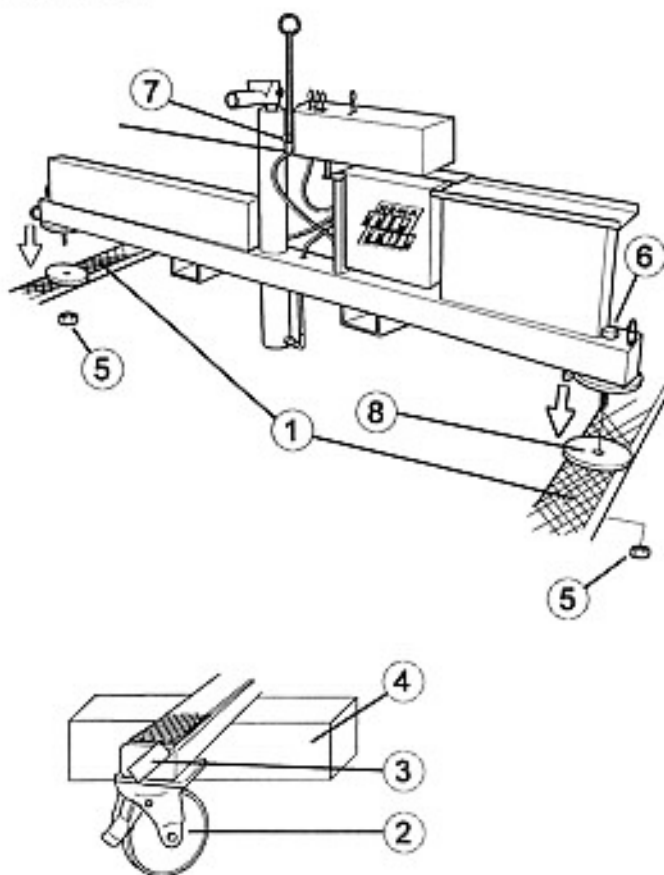

Bild 8 / Fig. 8
- ⇒ Lift both wheel axle frames (fig.8, pos.1) (carriage) out of the case and lay them down on approx. 20 cm high square timbers (fig.8, pos.4).
Lay down the wheel axle frames in such a way that the castor (fig.8, pos.2) with its stop (brake) is turned forwards (towards the side where the manometer is located). The inserting holes (fig.8, pos.3) for the manoeuvring levers have to face outwards.
- ⇒ Loosen the nuts (fig.8, pos.5) and pull out the two bolts (fig.8, pos.6).
- ⇒ Insert and secure a strap or rope in the eye bolt located on the central column (fig.8, pos.7), lift and place the main undercarriage on the square timbers. The main undercarriage remains attached to the lifting device.
- ⇒ Position the right wheel axle frame (to be located on that side of the main undercarriage where the hydraulic unit is) in such a way that its centre bearing (fig.8, pos.8) is under the centre bearing of the main undercarriage.
- ⇒ Lever les deux traverses inférieures (fig.8, pos.1) (chariot) hors de la caisse et les déposer sur des bastings hauts d'environ 20 cm (fig. 8, pos.4).
Déposer les traverses inférieures de telle manière que les roulettes articulées avec frein d'arrêt (fig.8, pos.2) sont orientées du côté du manomètre (vers l'avant). Les logements des leviers de manoeuvre (fig.8, pos.3) doivent être tournés vers l'extérieur.
- ⇒ Dévisser les écrous (fig.8, pos.5) et enlever les deux boulons (fig.8, pos.6).
- ⇒ Fixer la corde ou la sangle à l'oeillet de fixation situé sur la colonne centrale (fig.8, pos.7), soulever celle-ci et déposer la traverse centrale sur les bastings; la traverse centrale reste attachée au mécanisme élévateur.
- ⇒ Positionner la traverse inférieure de droite (c'est-à-dire celle située du même côté que l'unité de pression hydraulique, qui est située sur la traverse centrale), de manière que la plaque tournante (fig.8, pos.8) se trouvant au milieu de la traverse inférieure se situe directement sous la plaque tournante de la traverse centrale.
- ⇒ Beide Seitentraversen (Bild 8, Pos. 1) (Fahrgestell) aus der Kiste herausheben und auf Kanthölzer Höhe ca. 20 cm (Bild 8, Pos. 4) ablegen.
Seitentraversen so ablegen, daß die Lenkrolle (Bild 8, Pos. 2) mit Feststeller (Bremse) nach vorne zur Manometerseite liegt. Die Einstechhülsen (Bild 8, Pos. 3) für die Bedienhebel müssen nach außen stehen.
- ⇒ Muttern (Bild 8, Pos. 5) abschrauben und beide Bolzen (Bild 8, Pos. 6) nach oben herausziehen.
- ⇒ Seil oder Gurt in Trageöse am Mittelholm (Bild 8, Pos. 7) einhängen, anheben und auf Kanthölzer ablassen - Mitteltraverse bleibt an der Hubeinrichtung!
- ⇒ Rechte Quertraverse (Hydraulikseite der Mitteltraverse) so positionieren, daß die mittig angeordnete Drehplatte (Bild 8, Pos. 8) unter der Drehplatte der Mitteltraverse liegt.